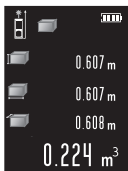

Fig. 4
Étape 1 - Obtenir premier résultat comme Fig. 4